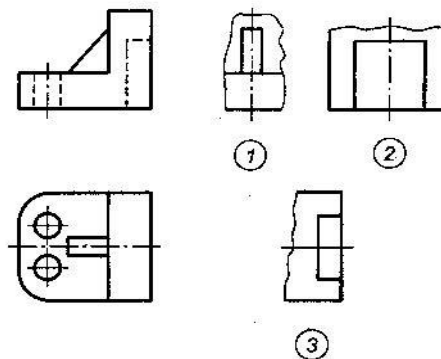

Рис. 47
3.20. На рис. 47 изображены два основных и местные виды детали. Обозначить три указанных местных вида детали.